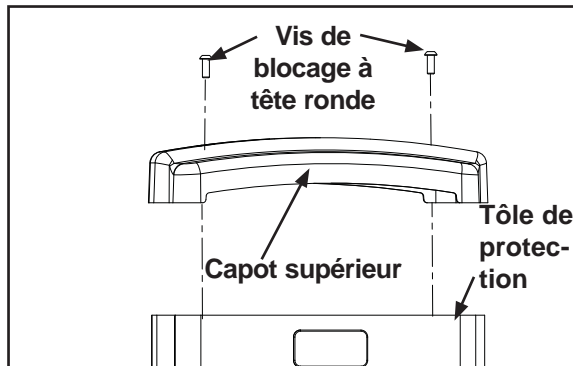

Figure 1
- A. A l'aide d'une clé Allen de 7/32 po, retirez les deux vis de blocage à tête ronde fixant le capot supérieur au châssis. Reportez-vous à la figure 1.